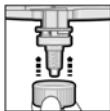
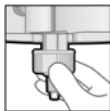

Рис. 3
Рис. 4.1
5. Після належного розташування змішувальної канюлі (Рис. 3) надіньте фіксаційне кільце Dynamix на змішувальну канюлю та притисніть його до упору, а потім поверніть його за годинниковою стрілкою (на ¼ оберту) до фіксації (Рис. 4.1, 4.2 та 5)